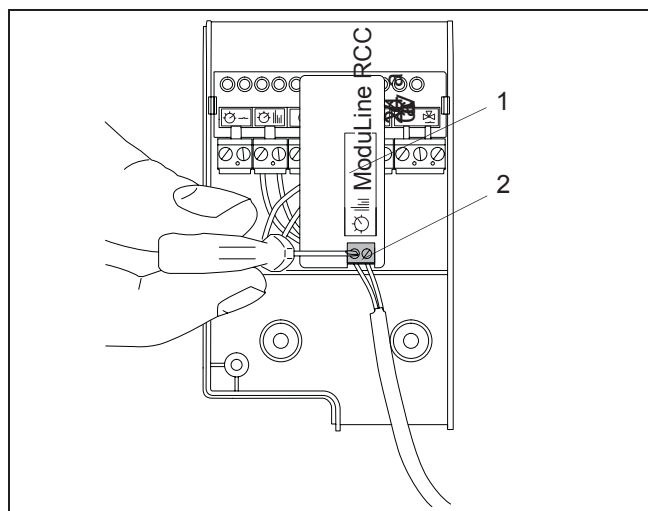

Fig. 17 Connettore flottante
L'allacciamento di un termostato modulante si può effettuare sul contatto 14-15 (fig. 17, pos. 2). Questi collegamenti si trovano sulla scatola flottante sita sotto la morsettieria (fig. 17, pos. 1).